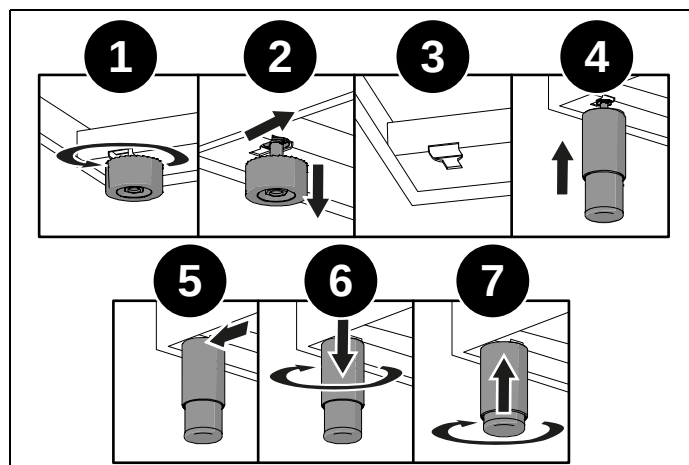

Fig. 4
- demonter støtterne (1 og 2, Fig. 4),
- sæt støttefødderne ind i hullet på undersiden af apparatet (3 og 4, Fig. 4),
- skru fødderne fast, indtil de sidder godt fast på basen (5 og 6, Fig. 4),
Juster støtteføddernes højde til den korrekte højde (7, Fig. 4).
Undgå at opretholde trykket på støttefødderne, når apparatet sænkes (Fig. 4). Det anbefales at anvende et stykke træ eller en palle på sokkelen for at undgå at vippe komfuret.